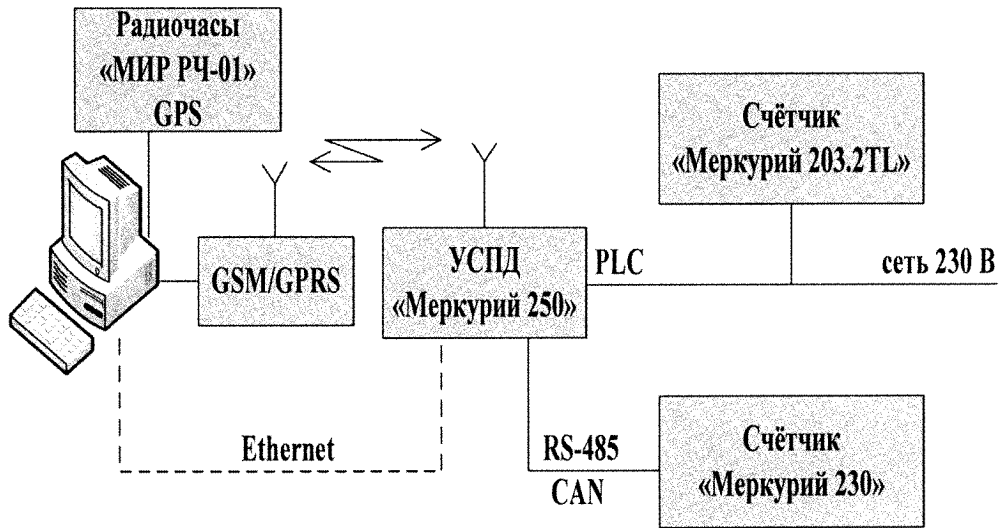

Рисунок 1
6.6.1 Собрать схему, в соответствии с рис. 1 приложения А.